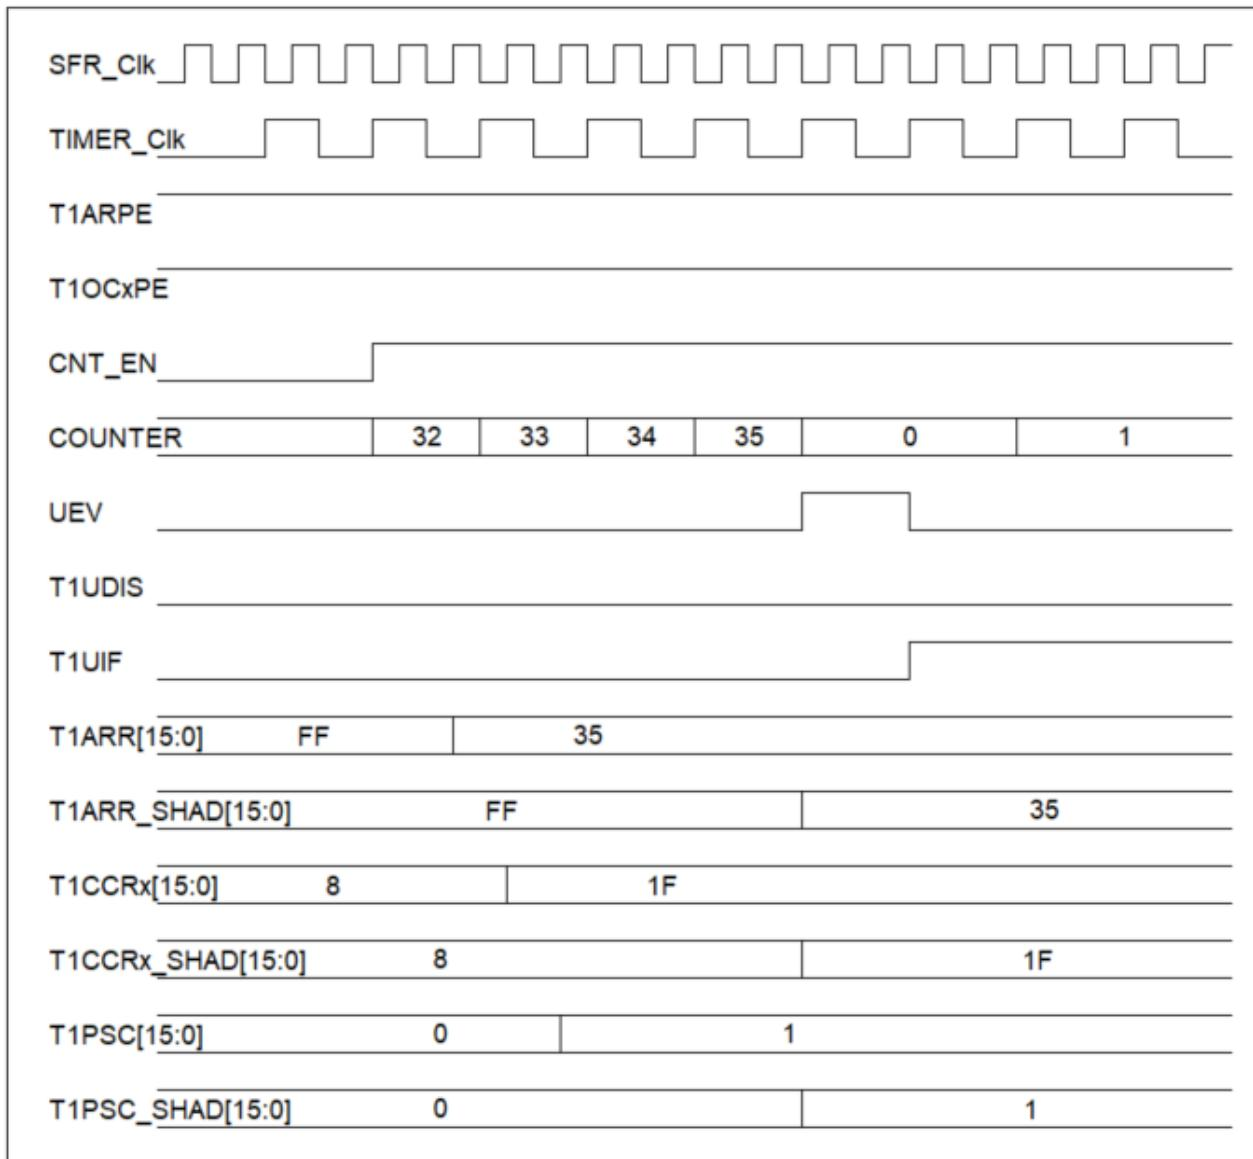

图 7-4 更新事件下，预装载寄存器的更新时序图
- 1.1 当计数器使能(T1CEN = 1), 且其相应的预装载使能时(T1OCxPE / T1ARPE =1, 如表 7-18), 其影子寄存器将在产生更新事件时更新为预装载值, 如图 7-4;